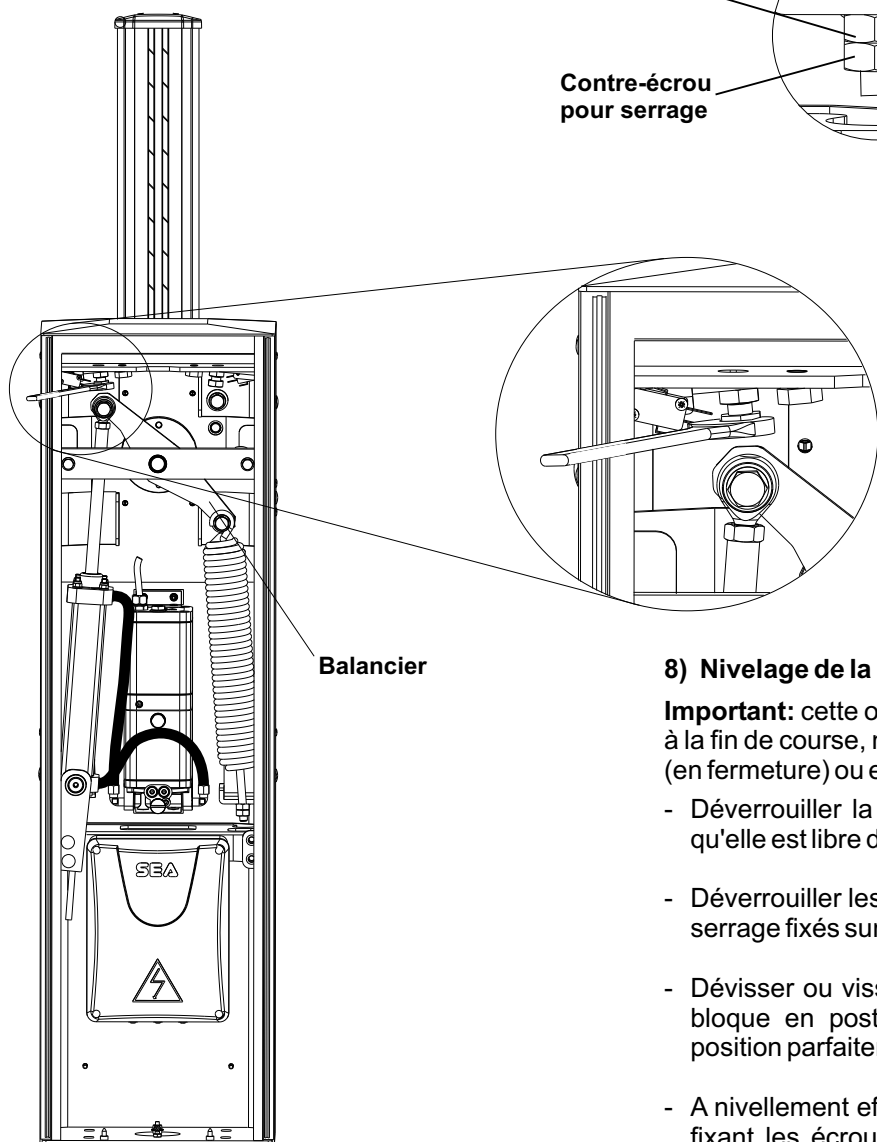

Fig. 13
- Déverrouiller les vis du fin de course en dévissant les écrous de serrage fixés sur les stops mécaniques (Fig. 13).
- Dévisser ou visser les vis de fin de course afin que la lisse se bloque en position parfaitement verticale en ouverture, et en position parfaitement horizontale en fermeture (Fig. 13).